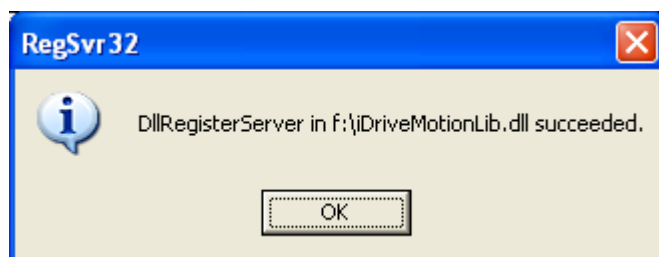

图 88. motionLib 注册成功信息
- 3) 若成功注册程序库，将弹出如图 88 的对话框。若注册失败，将出现显示其失败原因的对话框。大多数失败原因是在用户的系统内没有 msvcp70.dll 及 msucr70.dll。用户可在随机附带的光盘内找到这两个文件，把它们复制到程序库的统一路径下，然后完成程序库的注册。如果还有问题请和我们的技术人员联系。